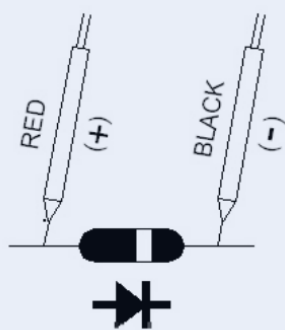

Fig. 2
- 4.a. Cuando se conecta con la polaridad indicada en la Fig. 2, se establece un flujo de corriente hacia adelante y el valor aproximado de la tensión del diodo (VF) en voltios aparecerá en la lectura de la pantalla. Si el diodo bajo prueba está defectuoso, aparecerá ".000 " o un valor cercano a ".000 " (cortocircuito) o " 1 " (circuito abierto).